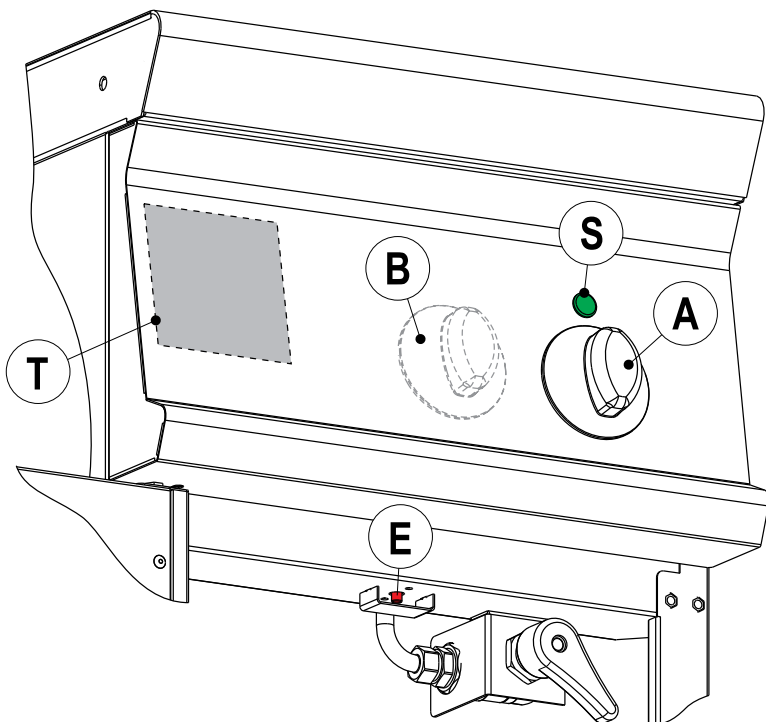

Fig.3-Abb.3-рис.3
La targhetta matricola in poliestere adesivo si trova dietro al pannello portacomandi "T" (fig.3).
3. L'accensione della lampada spia verde indica la presenza di tensione "S" (fig.3).